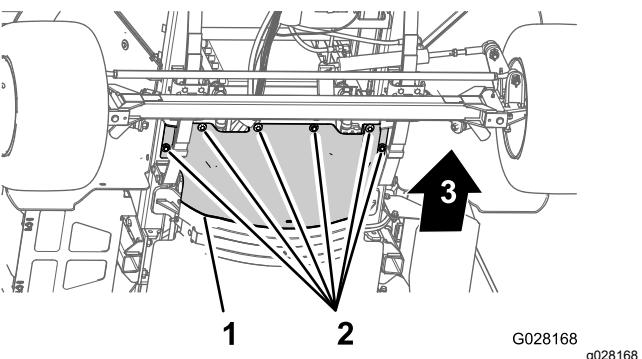

Figura 57
3. Rimuovete i 6 bulloni a testa esagonale e le 6 rondelle che fissano lo schermo termico anteriore avanti allo chassis e rimuovete lo schermo (Figura 57).